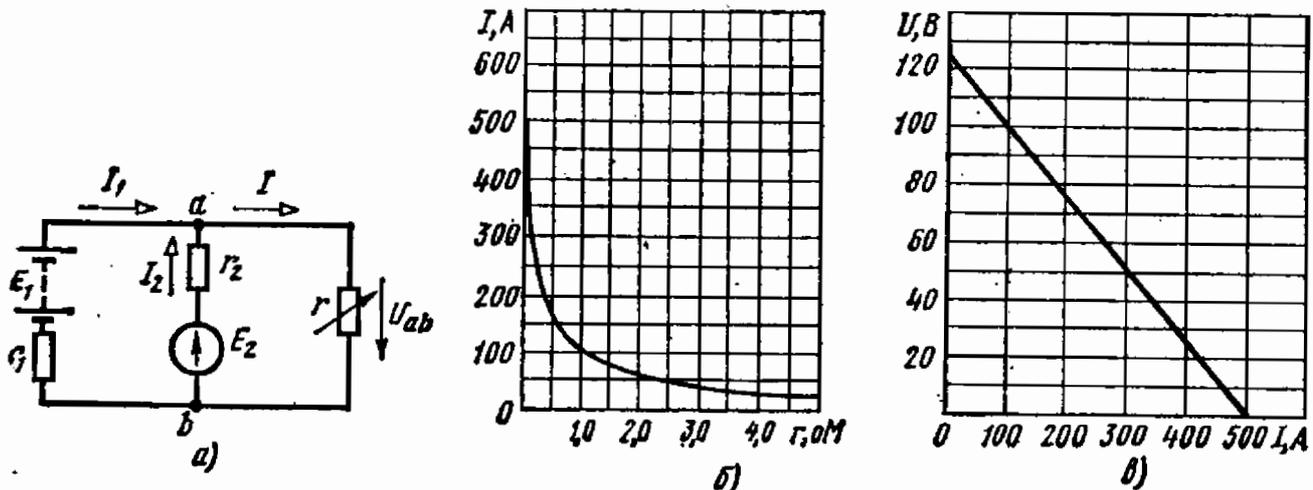

Рис. 1.31
1.31. На рис. 1.31, a приведена схема соединения аккумуляторной батареи и генератора постоянного тока, присоединенных
На рис. 1.31, б, в построены кривые $I(r)$ и $U(I)$, при этом максимальное значение тока I равно току короткого замыкания